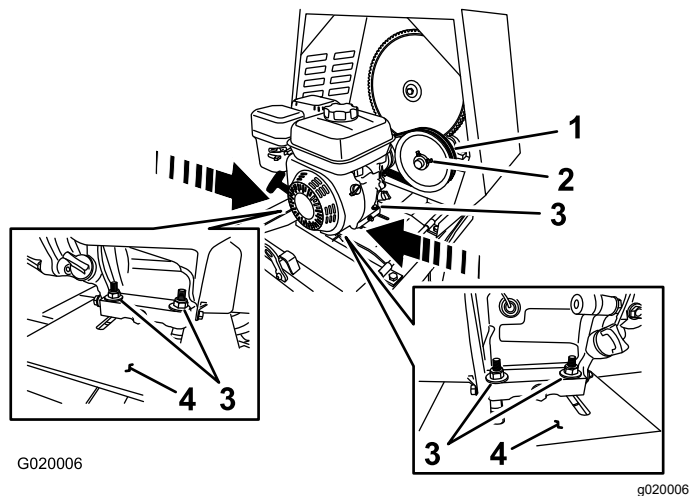

Figure 62
- Desserrez les écrous et boulons qui fixent le moteur au plancher moteur (Figure 62).
- **Pour accroître l'entrefer – éloignez** le moteur de la poulie de tension (Figure 62).
- **Pour réduire l'entrefer – rapprochez** le moteur de la poulie de tension (Figure 62).